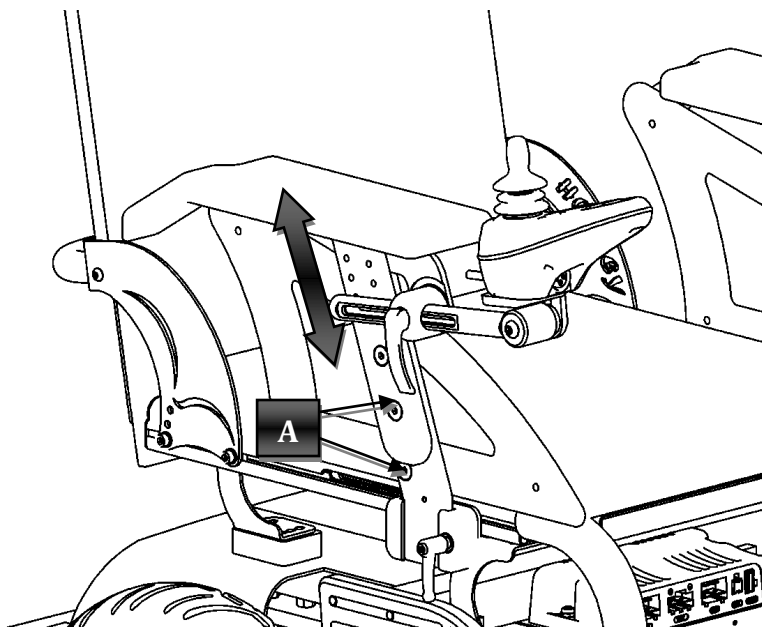

Figura 7
Facendo riferimento alla Figura 7 allentare le viti (A), e regolare l'altezza del bracciolo al valore desiderato; quindi stringere di nuovo le viti (A).